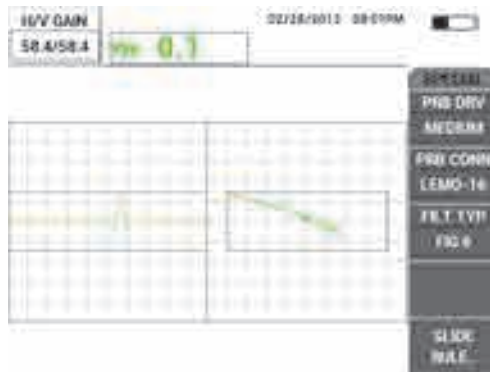

Рис. 5-64 Настройка усиления
10) Нажмите клавишу GAIN (**dB**) и уменьшите горизонтальное усиление до тех пор, пока сигнал риски полностью не окажется внутри первого горизонтального деления (10 % горизонт.) [см. Рис. 5-64 на стр. 177].